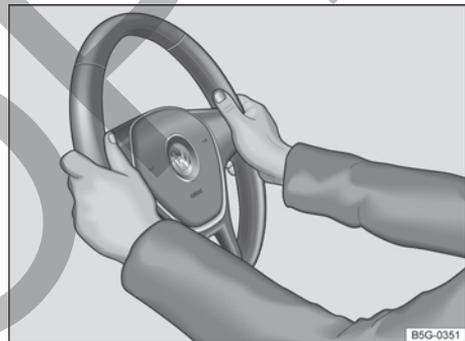

Fig. 54 En el volante: posición equivalente a las 9 y las 3 horas.
2. Ajuste el volante de forma que pueda sujetarlo con ambas manos por los lados, por su parte exterior, en la posición equivalente a las 9 y las 3 horas → fig. 54 con los brazos ligeramente flexionados.